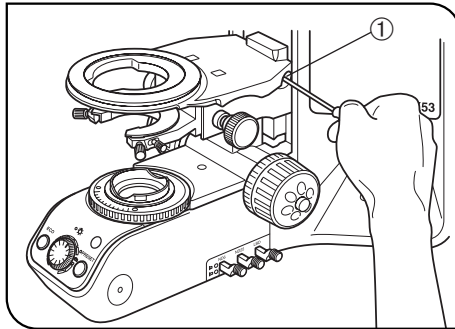

Abb. 15
(Abb. 15 & 16)
2. Die Feststellschraube der Klammer für den Tisch- und Kondensorhalter ① mit dem Sechskant-Schraubendreher lösen und den Tischhalter entfernen. (Abb. 15)